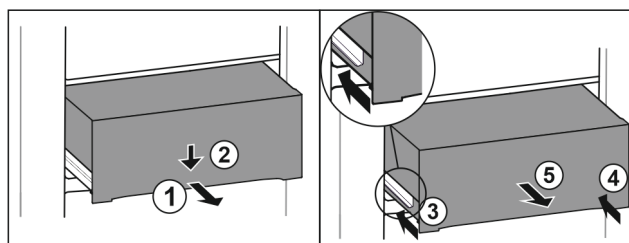

Fig. 70
- ▶ Wyciągnąć szufladę do połowy. Fig. 70 (1)
- ▶ Popchnąć szufladę z przodu w dół. Fig. 70 (2)
- ▶ Wsunąć lewą szynę o ok. 2 cm. Fig. 70 (3)
- ▶ Wsunąć prawą szynę o ok. 2 cm. Fig. 70 (4)
- ▶ Wyjąć szufladę do przodu. Fig. 70 (5)